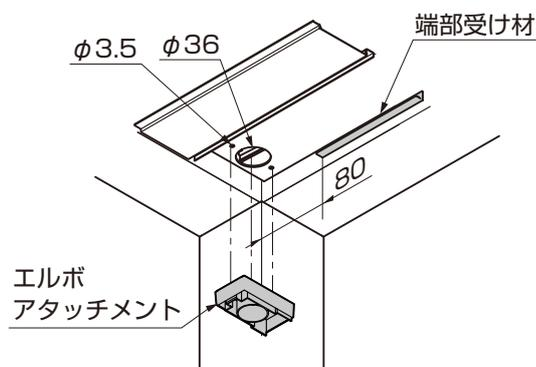

図11-108 A部詳細図
- ①エルボアタッチメントを樋にあて、ポンチ等でケガキ、ドリルで水抜き穴φ36とエルボアタッチメント取付穴φ3.5をあけてください。（図11-108、11-109参照）
- 以降の施工手順はP.65の③から、P.66の④の手順を参考にしてください。
- 端部受け材は縦樋がつく側の端部から80mmの範囲は取付けしないでください。（図11-108参照）
- ④エルボアタッチメントにアタッチメントパッキンを貼付けし、ルーフの雨樋に【10-1】で取付けてください。